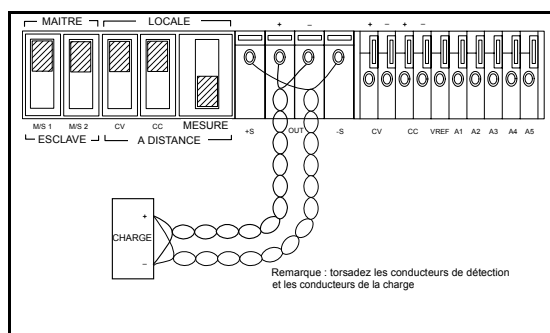

Figure 5. Détection de tension à distance
**Connexions de détection à distance.** La détection à distance nécessite de modifier les positions du commutateur de la face arrière, de connecter les conducteurs de la charge entre les bornes de sortie + et - et la charge, et de connecter les conducteurs de détection entre les bornes +S et -S et la charge comme montré sur la figure 5.